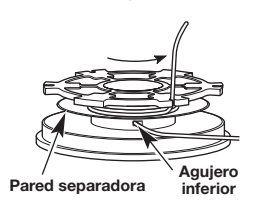
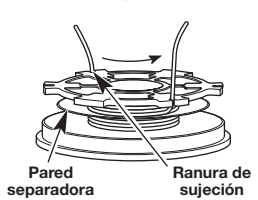

Fig. 15
Fig. 16
3. Inserte el extremo de la otra línea en el agujero inferior del carrete interior (Fig. 15). Enrolle firmemente en la dirección que se muestra en el fondo del carrete interior hasta que queden aproximadamente de 3 a 9 pulgadas (75 a 225 mm) de línea. Mantenga la línea por debajo de la pared separadora. Inserte la sección de entre 3 y 9 pulgadas dentro de la ranura de sujeción de 0.095 opuesta (Fig. 16).